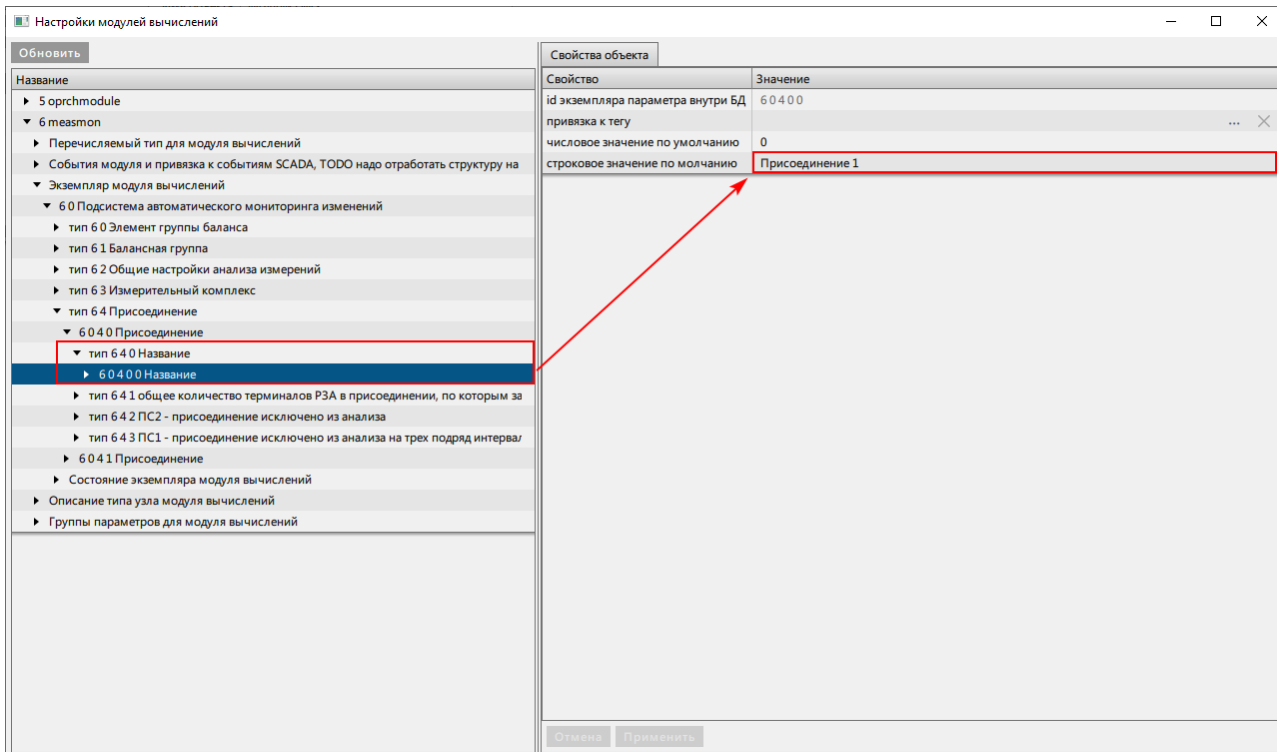

Рисунок 442 - Назначить название
- Раскройте узел **тип 6 4 0 Название** и напротив строки **строковое значение по умолчанию** назначьте название присоединения (Рисунок 442).